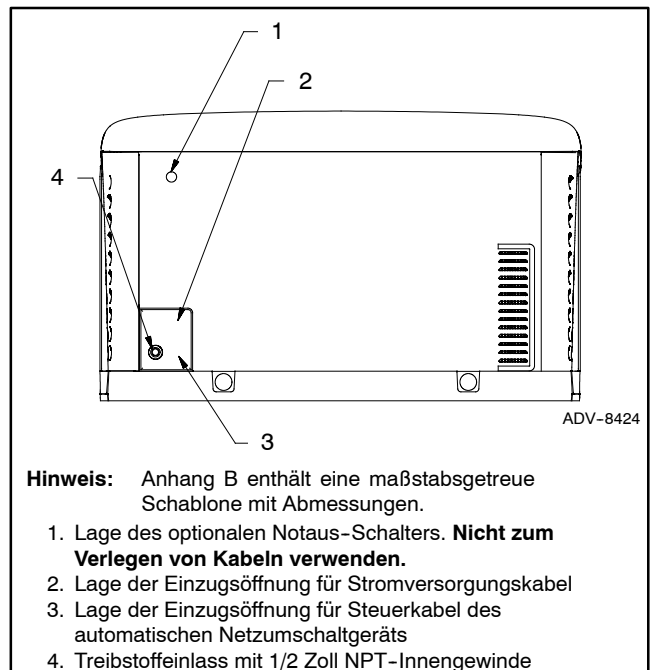

Abbildung 1-16 Lage der Einzugsöffnungen für elektrische Leiter
An den in Abbildung 1-16 dargestellten Stellen Öffnungen für das Kabelschutzrohr bohren oder stechen. Eine maßstabsgetreue Schablone für die Lage der Öffnungen ist in Anhang B abgedruckt. Siehe Seite 62.
1. Öffnungen für die Kabelschutzrohr-Anschlüsse bohren. Empfohlene Stellen für den elektrischen Anschluss sind in Abbildung 1-16 und Anhang B angegeben. Die Kabel durch die Öffnungen einziehen.